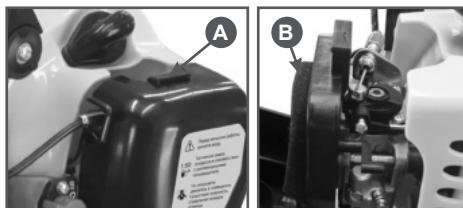

Рис. 13 Извлечение фильтрующего элемента
1. Отстегните защелку (A) и отсоедините крышку воздушного фильтра (Рис. 13).
2. Извлеките из корпуса фильтрующий элемент В (Рис.13).